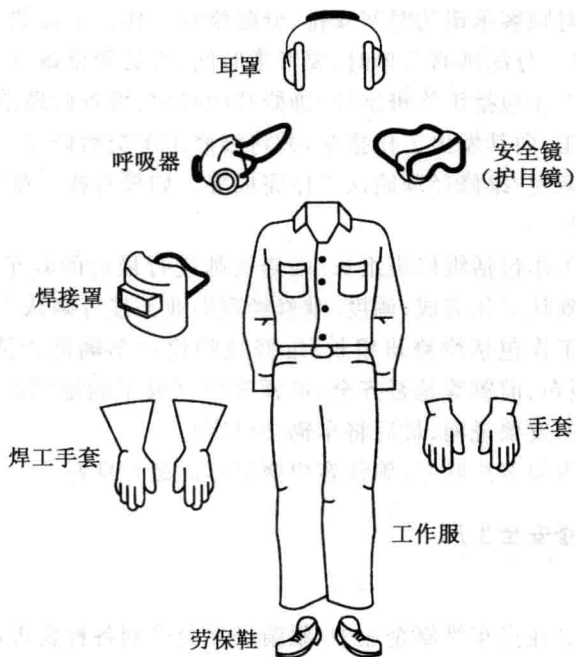

图 1-8 常见的个人安全防护设备
(4)衣服、头发及饰物。员工要穿戴整洁合体的工作服、干净的帽子、干净的劳保鞋;头发利落整洁;不能戴手表、戒指等首饰,应着无扣腰带,口袋内要有干净的抹布。常见的个人安全防护设备如图 1-8 所示。另外在搬举重物时应采用如图 1-9 所示的方式进行,以避免损伤身体。